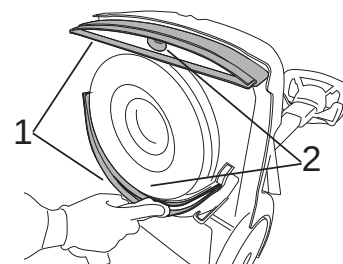

Fig.37
- Avec un chiffon humide nettoyer les lames des deux suceurs / Fig.37 - Rep.1).
- Nettoyer le collecteur d'aspiration des deux suceurs (Fig.37-Rep.2).